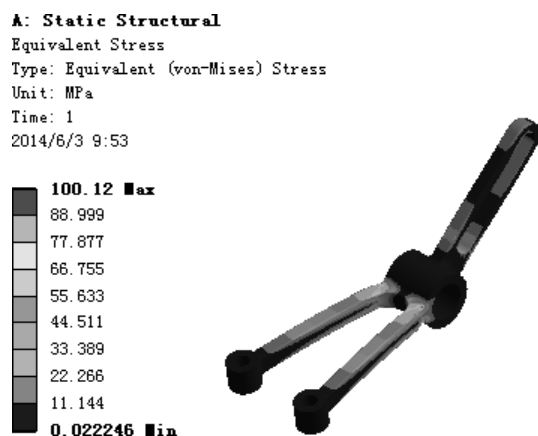

图 6.2.9 等效应力结果图解
(1) 查看等效应力结果图解。在“Outline”窗口中单击选中  **Equivalent Stress**，查看图 6.2.9